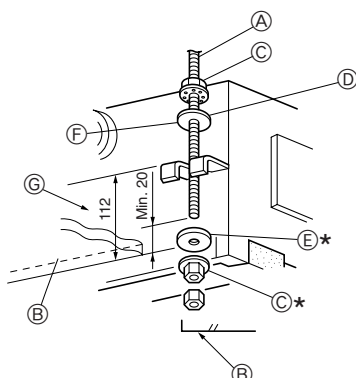
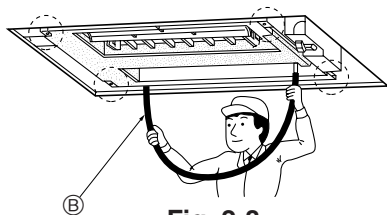

Fig. 2-7
Fig. 2-8
1. Draai de ringen ① ② (bijgeleverd) en de moeren (zelf aanschaffen) van de voren op de ophangbout. (Fig. 2-7)
- * Doe dit in deze volgorde (van boven af aan): moer, geïsoleerde ring ②, ring zonder isolatie ①, twee moeren.
- * Plaats de geïsoleerde ring ② met de isolatie naar beneden gericht, zoals in de afbeelding getoond.
2. Til het apparaat op zijn plaats, op de goede positie ten opzichte van de ophangbouts. Steek de beugel tussen de ringen ① en ②, die zich reeds op hun plaats bevinden en zet deze vast. Doe hetzelfde op alle vier de plaatsen.
- Ⓑ Ring ①
- Ⓓ Ring ② (met isolatie)
4. Controleer of de vier hoeken allen waterpas zijn ten opzichte van elkaar. Gebruik hiervoor een waterpas of een doorzichtige plastic (tuin)slang met water erin. (Fig. 2-8)